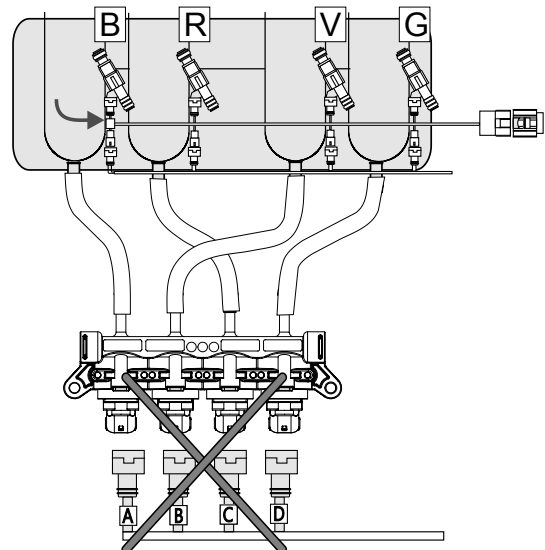

Рис. i5
- Определите наилучшее положение для монтажа инжекторов с учетом указаний, представленных на рис. i5. Газовый инжектор А должен всегда располагаться над патрубком для впуска газа В.